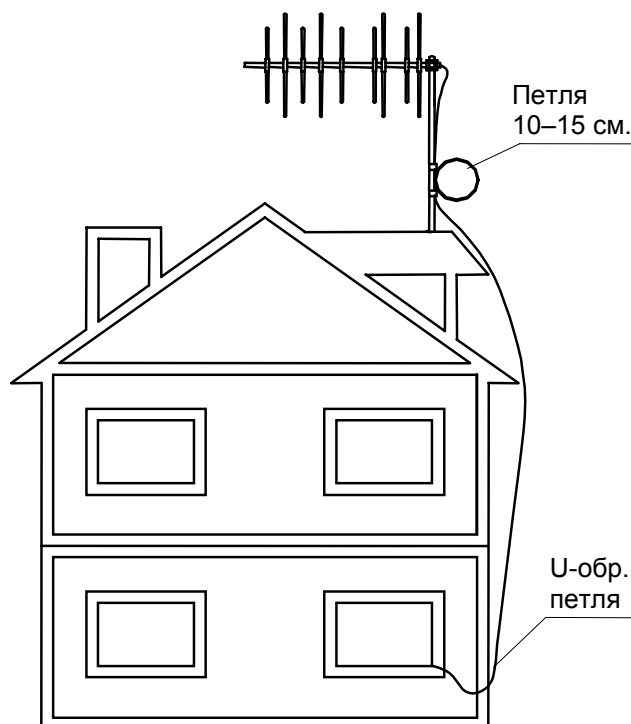

Рис.5
ВНИМАНИЕ! Все изделия SN-358 Line выпускаются в «незапрограммированном» состоянии, т.е. они не зарегистрированы на какой-либо конкретной базовой станции. Поэтому перед установкой выполните операцию **Регистрация абонентской станции SN-358 Line на базовой станции SENA O SN-358**, а затем приступайте к монтажу станции (см. рис. 5 и 6).
- Установите антенну в соответствии с прилагаемой к ней инструкцией изготовителя, учитывая рекомендации настоящего руководства. На кабеле снижения возле антенны сделайте петлю диаметром 10—15 см и укрепите ее липкой лентой (см. рис. 5). Это предохранит кабель снижения от обрыва у основания разъема под действием собственного веса, а также предотвратит проникновение атмосферной влаги в кабель. Перед вводом в помещение рекомендуем сделать на кабеле U-образную петлю (небольшое провисание), чтобы исключить затекание воды (во время дождя и т. п.) по кабелю снижения в помещение.